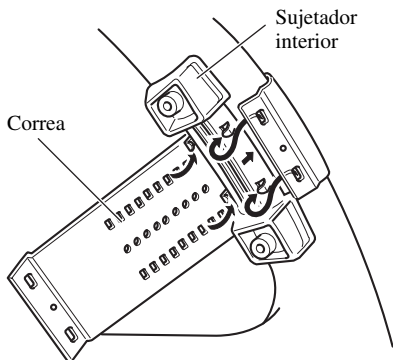

Fig. 16
1. Asegure el sujetador interior en el interior de la circunferencia del volante con la correa. (Fig. 16)